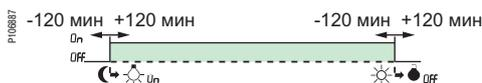

Рис. 3
- Изменять по отдельности время восхода и захода солнца (± 120 минут) в зависимости от местных условий (горы, здания и т. д.), см. рис. 3.